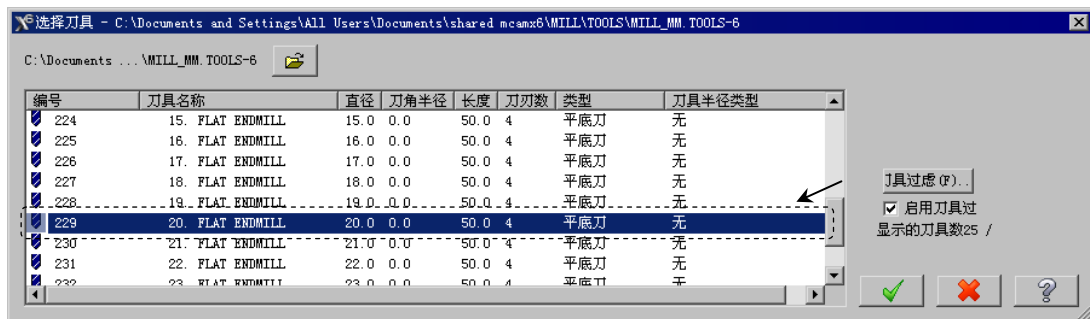

图 20.16 “选择刀具”对话框
Step5. 选择刀具。在“2D 刀具路径-外形铣削”对话框中单击 **选择刀库** 按钮，系统弹出“选择刀具”对话框，在该对话框的列表框中选择图 20.16 所示的刀具。单击  按钮，关闭“选择刀具”对话框，系统返回至“2D 刀具路径-外形铣削”对话框。